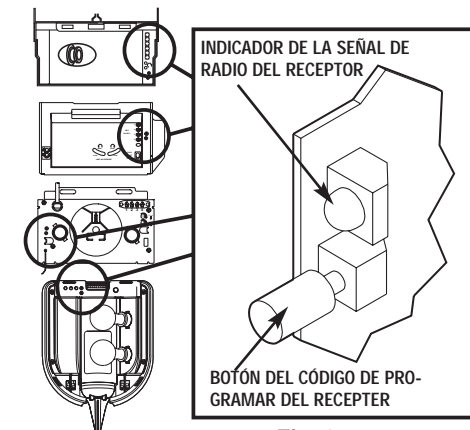

Fig. 1
- Paso 2-2** Oprima y suelte el botón de código de programar **Fig. 1**.